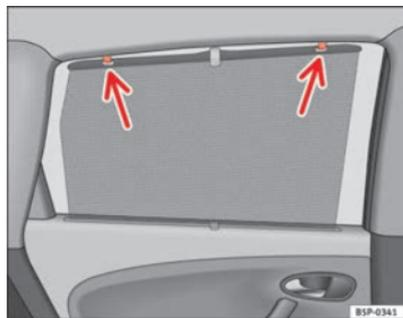

Fig. 85 Cortina porta traseira
- Desenrolar a cortina e engatá-la nos ganchos situados na moldura superior da porta ⇒ fig. 85. ■